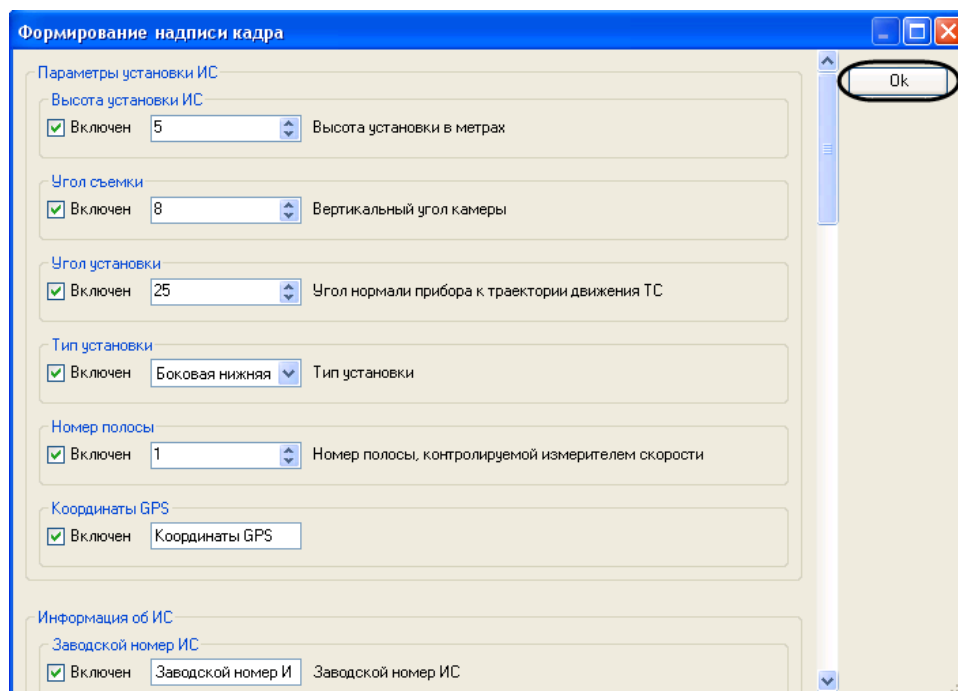

Рис. 7.2—12. Сохранение изменений в диалоговом окне «Формирование надписи кадра»
8. Для сохранения внесенных изменений и закрытия диалогового окна «Формирование надписи кадра» нажать кнопку «ОК» (Рис. 7.2—12).
Примечание. Для закрытия данного окна без сохранения изменений следует нажать кнопку «» (Рис. 7.2—12).